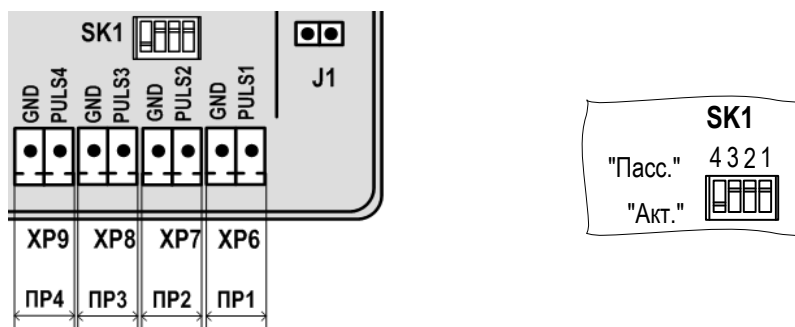

Рис.13. Маркировка коммутационных элементов подключения ПР1-ПР4.
6.5.1.1. Входы каналов расхода 1...4 предназначены для подключения датчиков расхода с выходным частотным, либо импульсным сигналом. Маркировка коммутационных элементов для подключения **ПР1-ПР4** показана на рис.13.